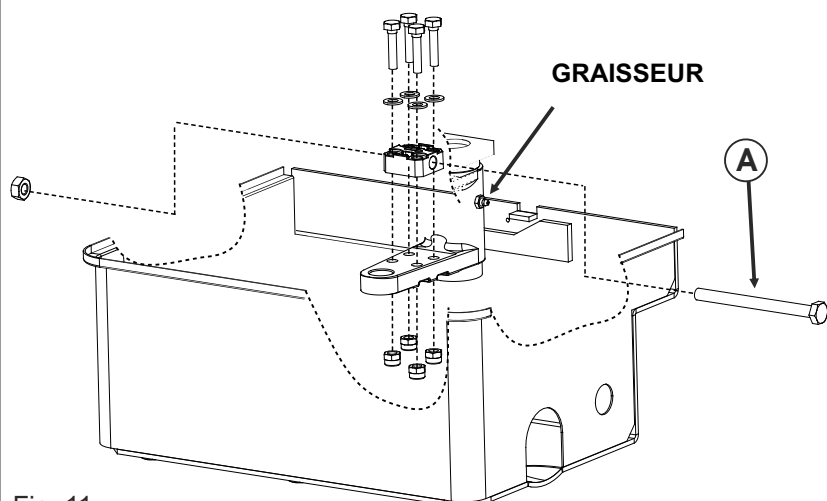
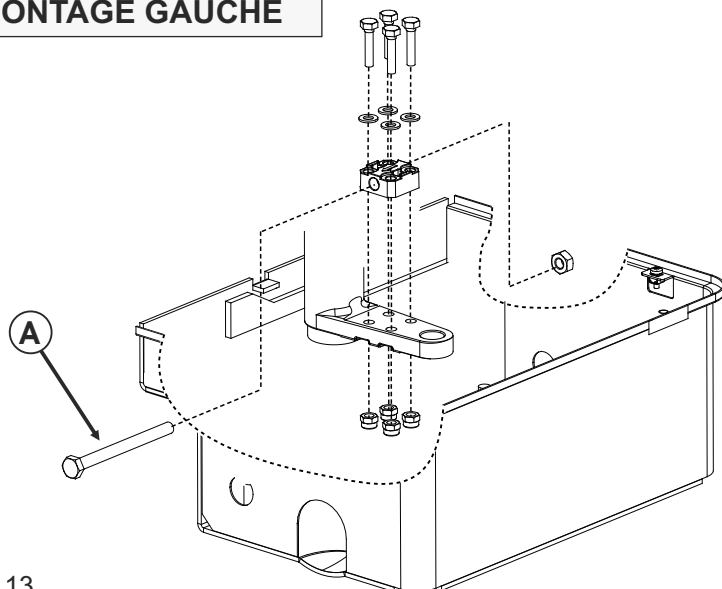

Fig. 11
Fig. 13
**3.1.** Insérez le support du fin de course sur l'unité de support étrier et fixez-le avec les vis (Fig.11 ou Fig.13)
**3.2.** Insérer la vis «A» (Fig. 11 ou Fig. 13) comme indiqué sur le dessin, en faisant attention au sens d'insertion donné par la flèche gravée sur le support (Fig. 12a ou Fig. 14a)